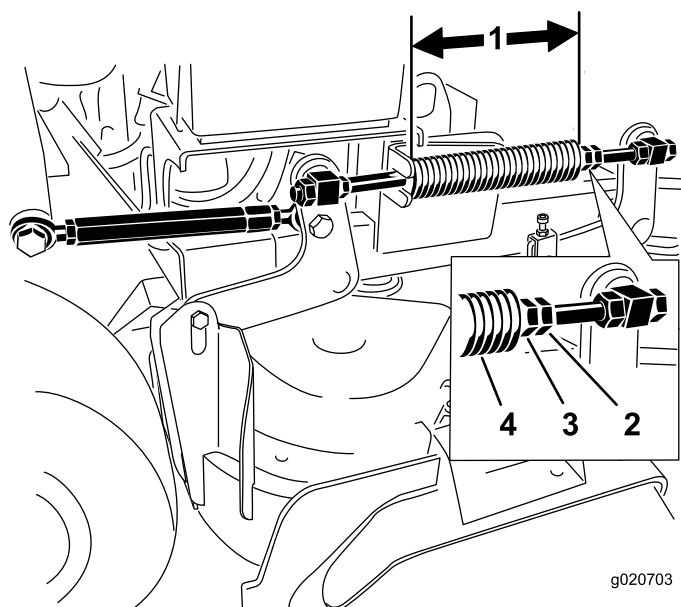

Figure 87
**Remarque:** La longueur nominale est de 28,2 cm (11-1/8 po) pour les tabliers de coupe de 91 cm (36 po) et de 25,7 cm (10-1/8 po) pour les tabliers de coupe de 102 cm (40 po) (Figure 87).
3. Réglez cette distance en desserrant l'écrou de blocage du ressort et en tournant l'écrou devant chaque ressort (Figure 87).
4. Bloquez l'écrou en position en serrant l'écrou de blocage du ressort (Figure 87).